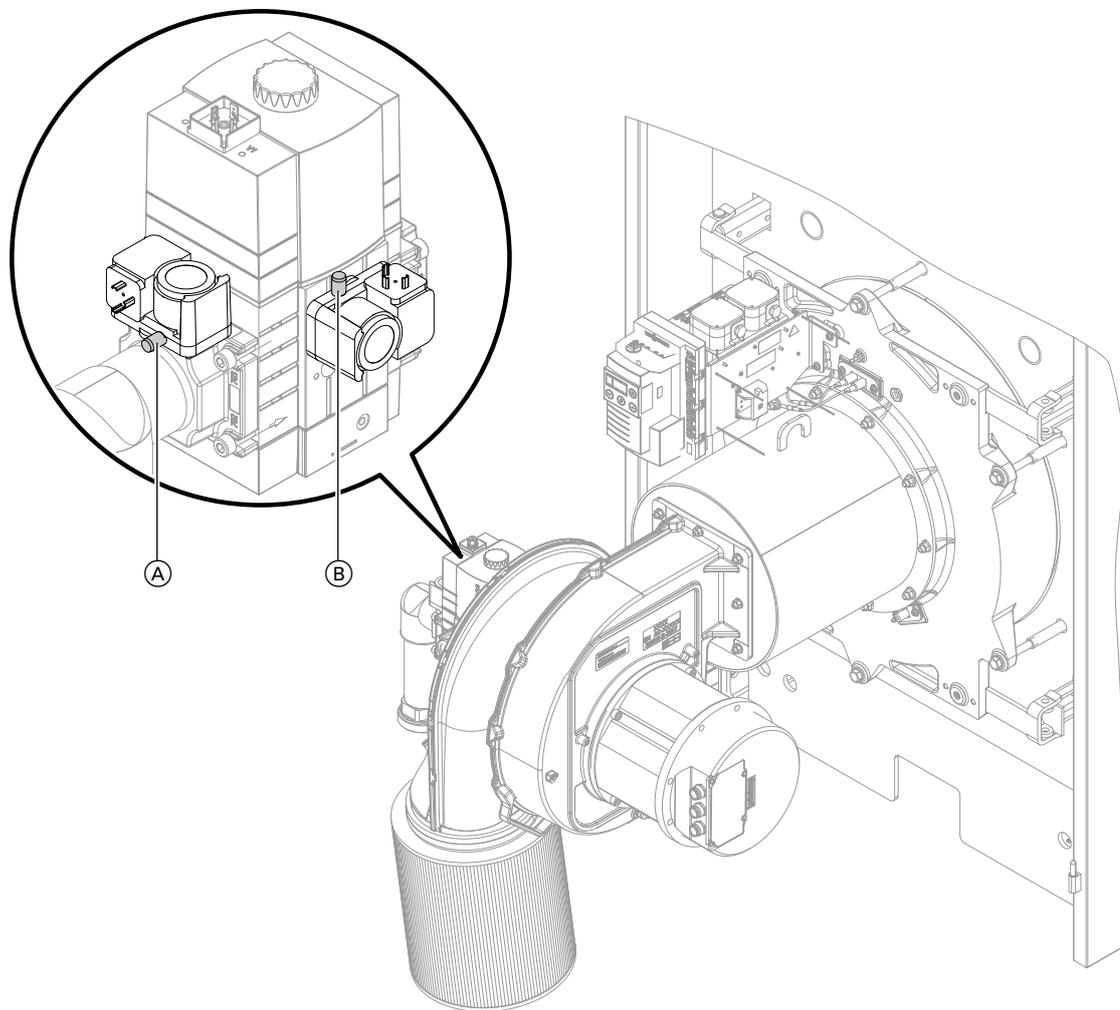

Abb. 20
1. Druckdifferenz über Gasfilter ermitteln. Dazu im Betrieb bei oberer Wärmeleistung Druckdifferenz zwischen den Mess-Stutzen (A) und (B) ermitteln. Sieh Abb. 20 auf Seite 26.